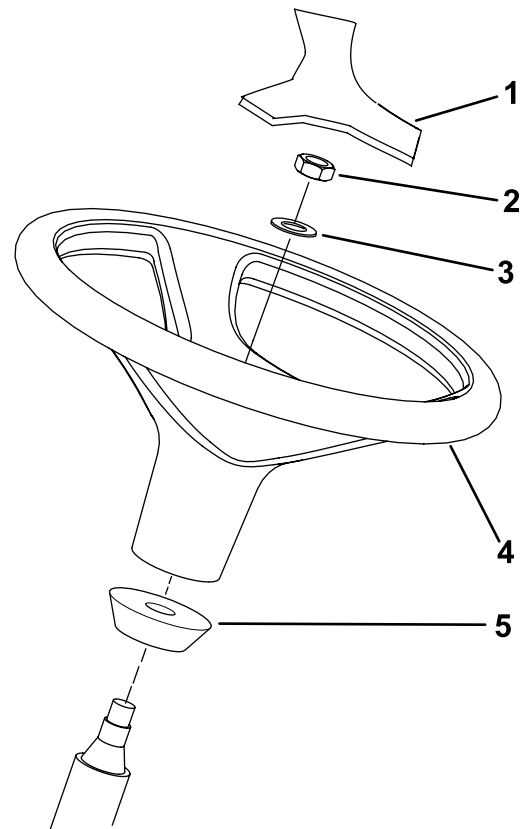

Bild 13
1. Nehmen Sie das Lenkrad von der Versandpalette ab (Bild 13).
**Hinweis:** Stellen Sie sicher, dass der Schaumkragen auf der Lenkwelle verbleibt (Bild 13).
3. Ziehen Sie das Lenkrad und die Scheibe auf die Lenkwelle auf (Bild 13).
5. Befestigen Sie die Abdeckung am Lenkrad (Bild 13).